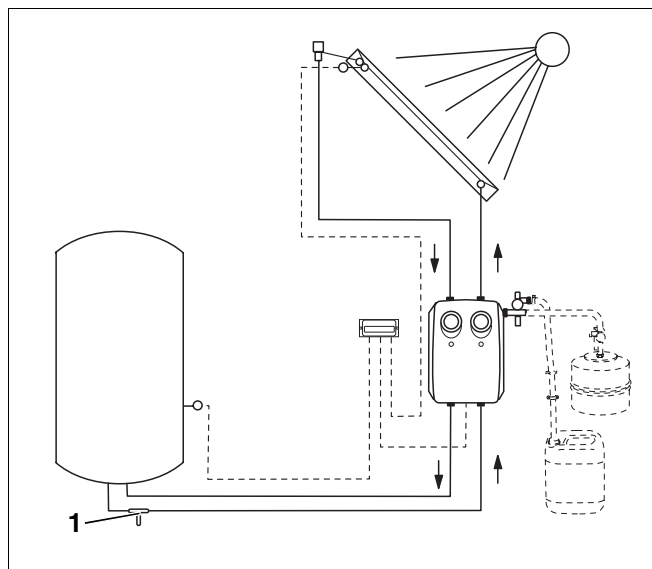

Fig. 10 Posición de la llave de paso FE
- ▶ Monte en el tubo de retorno, en el punto más bajo del equipo solar, un dispositivo para el llenado y el vaciado del equipo solar (pieza en T con llave de paso FE, fig. 10, **pos. 1**).